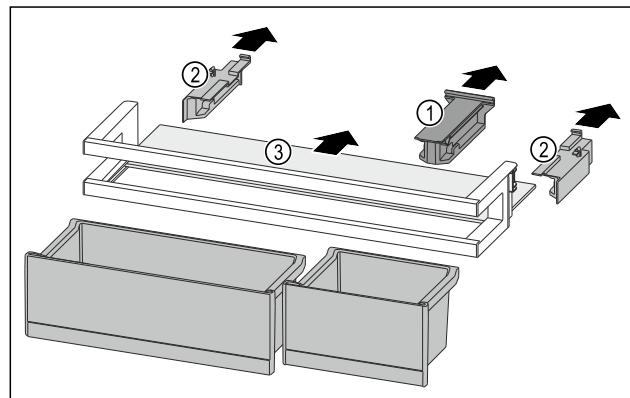

Fig. 117
- Desprindeți piesa de susținere Fig. 117 (1).
- Desprindeți piesele laterale Fig. 117 (2).
- Extragăti raftul Fig. 117 (3).